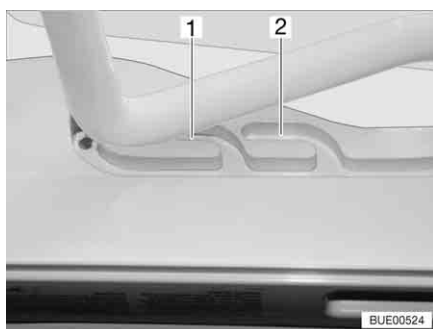

Fig. 22 Guida (posizione di ricircolo d'aria)
È possibile portare l'oblò inclinabile in due posizioni di ricircolo d'aria: Posizione brutto tempo (Fig. 22,1) e posizione centrale (Fig. 22,2).
- Premere la staffa leggermente verso l'alto e spingerla nella guida selezionata (Fig. 22,1 o 2).